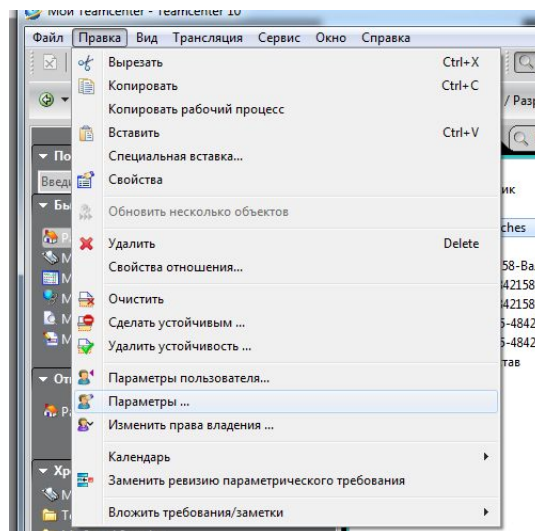

Рис. 27
1. Для выбора сортировки необходимо зайти в **Правка – Параметры** (Рис.27)